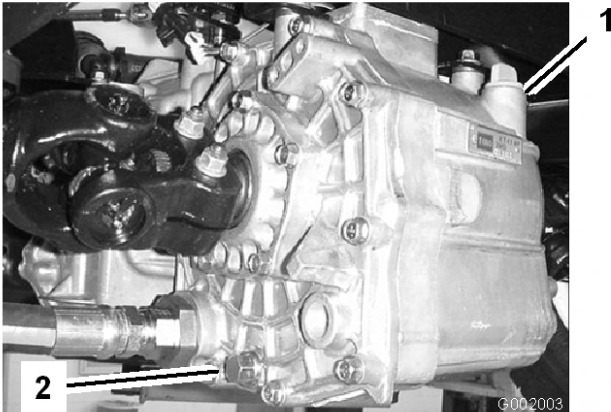

Figura 65
3. Retire el tapón de vaciado del lado del depósito y deje que se drene el aceite hidráulico al recipiente (Figura 65).